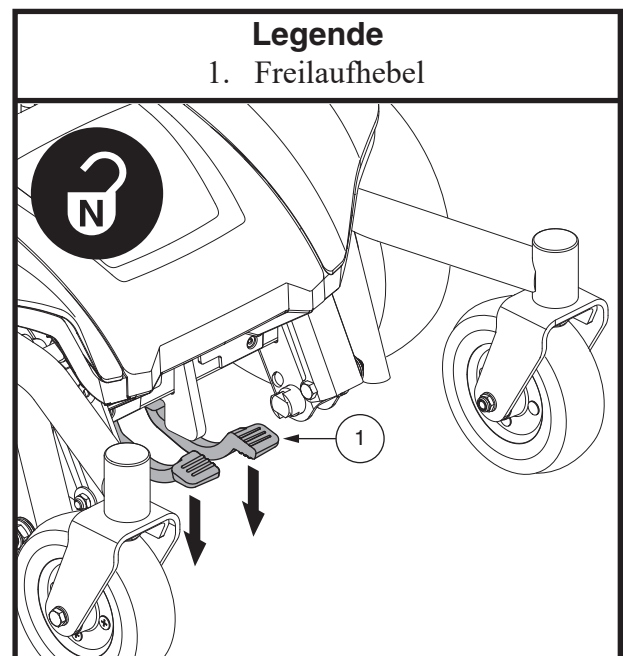

Bild 6. Freilaufmodus (Antrieb deaktiviert)
3. Drücken Sie beide Hebel nach unten, um die Antriebsmotoren auszukuppeln (Freilaufmodus). **Siehe Bild 6.**